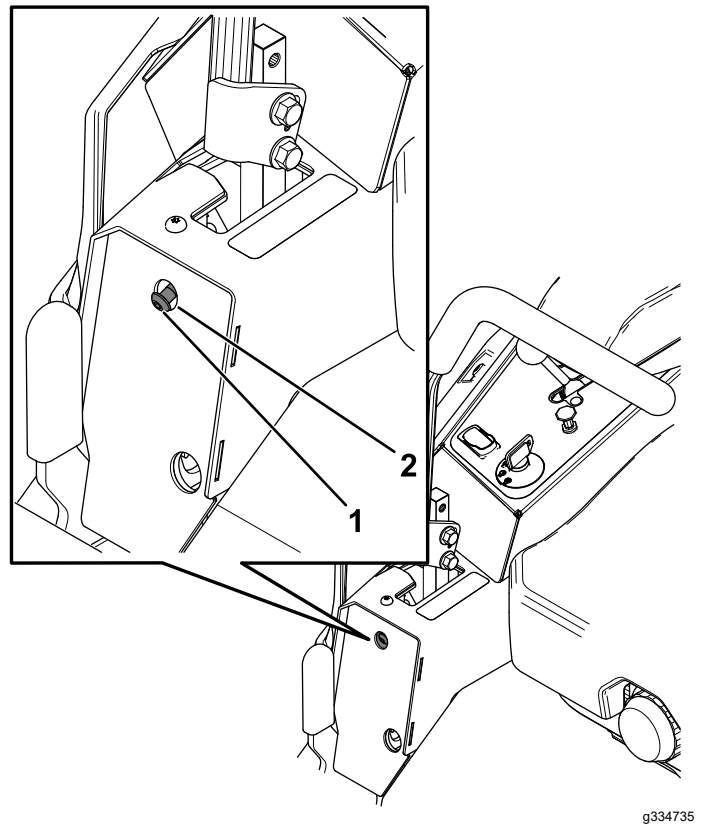

Figure 77
6. Si la machine se déporte à droite, insérez une clé hexagonale de 3/16 po dans le trou d'accès du panneau de protection avant gauche et tournez la vis de réglage de l'alignement dans le sens horaire ou antihoraire pour ajuster la course du levier (Figure 77).
7. Si la machine se déporte à gauche, insérez une clé hexagonale de 3/16 po dans le trou d'accès du panneau de protection avant droit et tournez la vis de réglage de l'alignement dans le sens horaire ou antihoraire pour ajuster la course du levier (Figure 77).